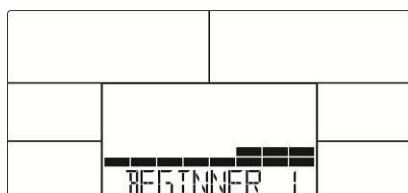

Fig.13
2. Trykk (+)(-) for å velge ett av fire begynner-programmer (Fig.13) og trykk MODE/ENTER for å bekrefte.